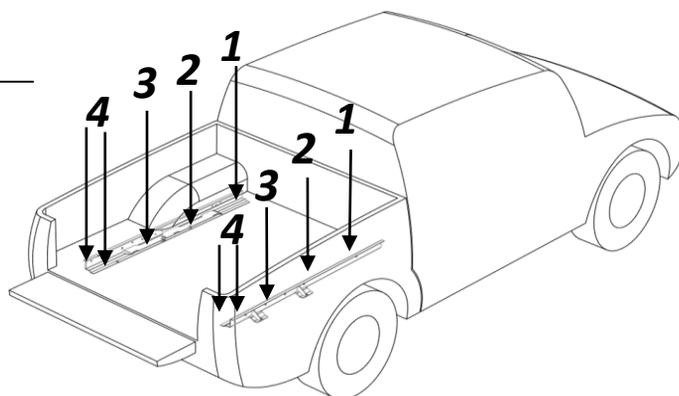

Рис.1
5. Задвинуть платформу по направляющим как показано на рисунке 2. При необходимости выровнять положение платформы относительно бортов. Несколько раз выдвинуть и задвинуть платформу, убедиться в свободном ходе платформы. Постепенно выдвигая платформу, поочередно затянуть болты **1 - 4** (рис.1).